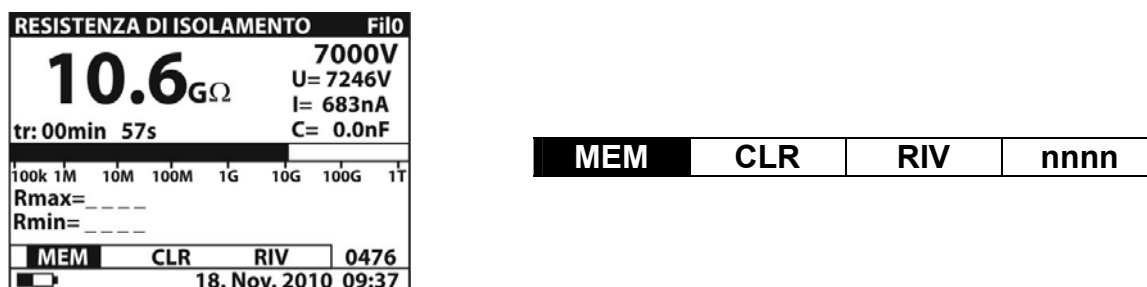

Fig. 47: Salvataggio dato in memoria
1. Con risultato della misura presente a display premere il tasto **MEM**. La videata di Fig. 47 è mostrata dallo strumento: